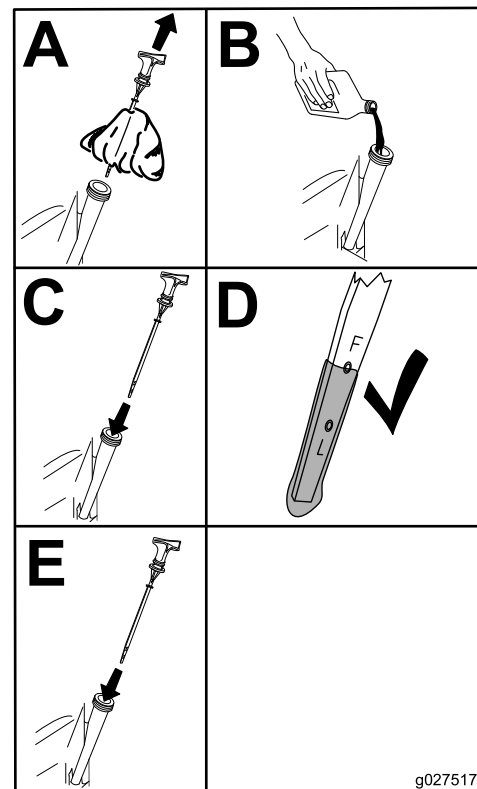

Figura 36
5. Vierta lentamente un 80% aproximadamente de la cantidad especificada de aceite por el tubo de llenado (Figura 36).